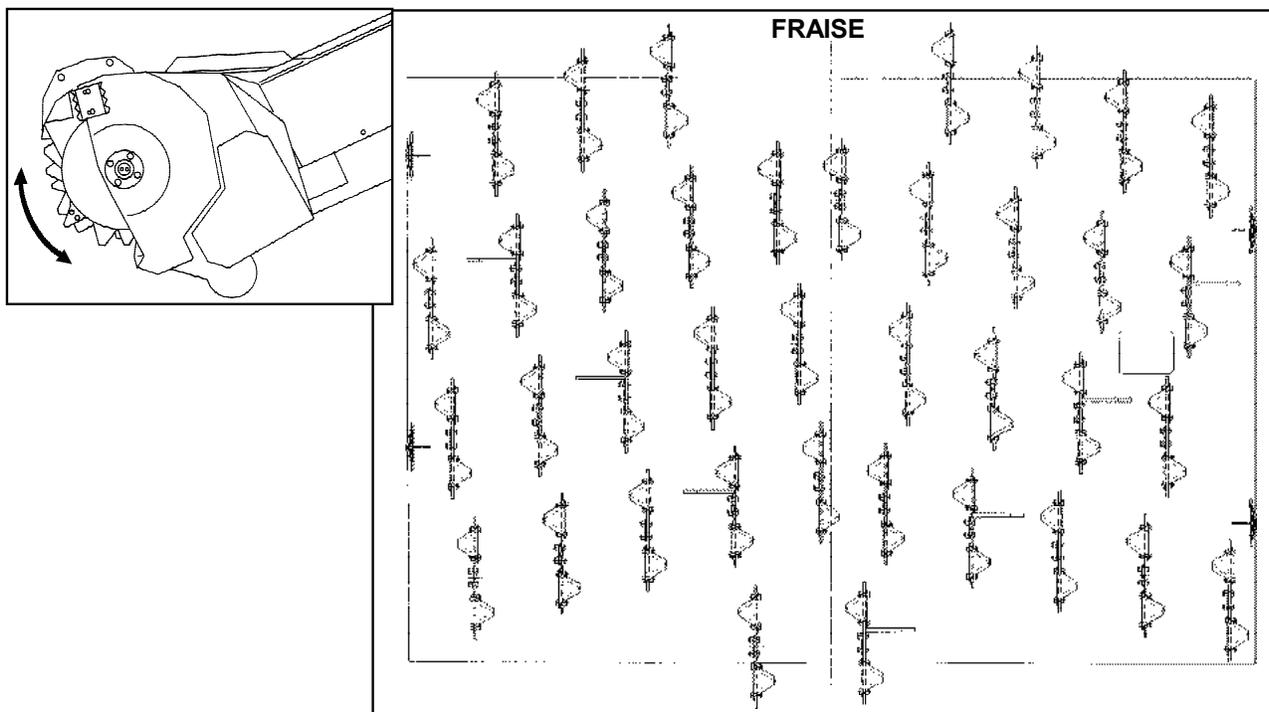

FIG. 27
- 4) Toujours remplacer un couteau à la fois, en même temps que les vis de fixation, en s'assurant que la position et l'orientation soient toujours les mêmes qu' au début (**Fig. 27**).